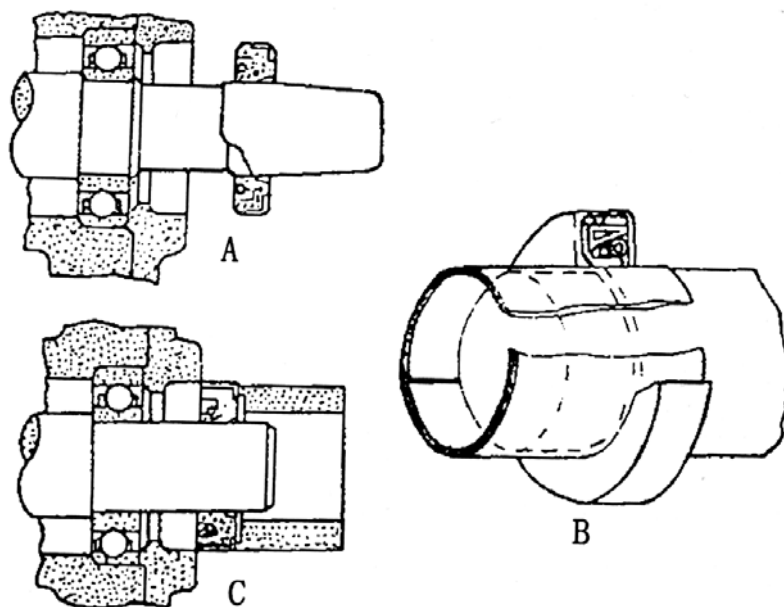

Рис. 4-1. Сборка сальника.
4. Для направления сальника в дорожку можно воспользоваться трубкой (рис. 4-1А). Если трубки нет, воспользуйтесь обрезком медного листа.
5. Правильный метод установки сальника в дорожку см. на рис. 4-1С. Для равномерного распределения усилия следует пользоваться соответствующим инструментом. Диаметр инструмента должен быть на 0,5 ... 1 мм, чем отверстие дорожки, с ударником на свободном конце.